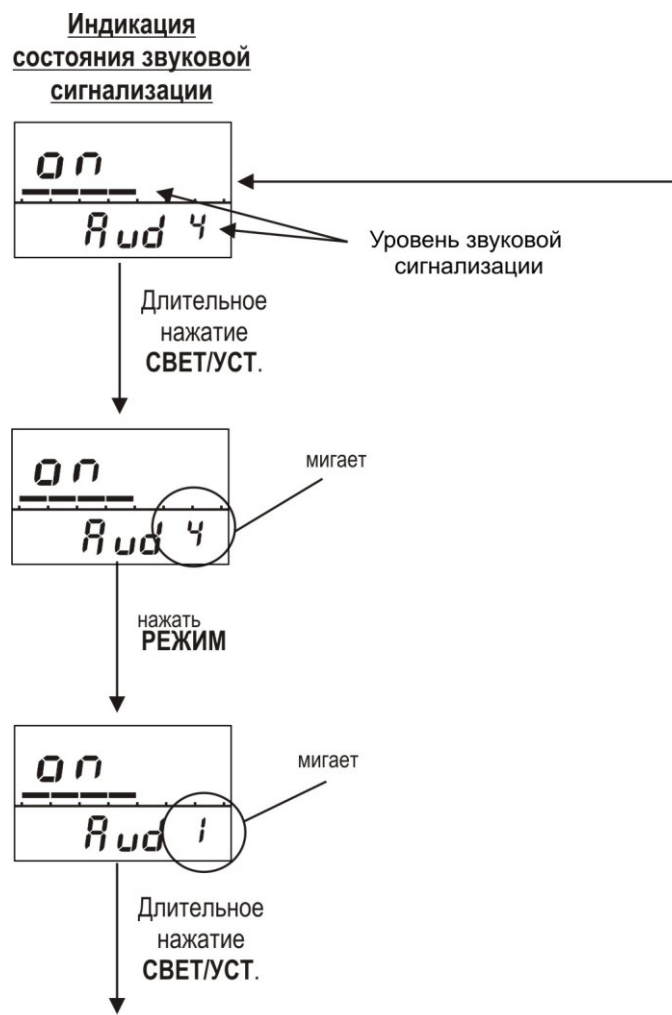

Рисунок 2.5 – Индикация состояния звуковой сигнализации
- регулировку уровня звукового давления (рисунок 2.5);